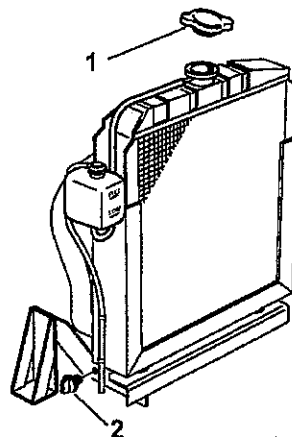

図 22
1. ラジエータキャップ (1, 図 22) を取り外します。
2. ラジエータ下部の水抜きプラグをゆるめるか、ドレンコック (2, 図 22) を開くと、冷却水が出てきます。